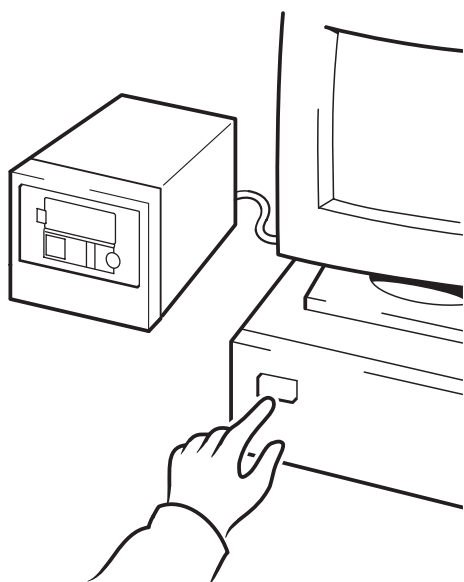

Figura 14c: hp obdr, fase 3
- 3 Accendere il server (vedere la figura 14c).